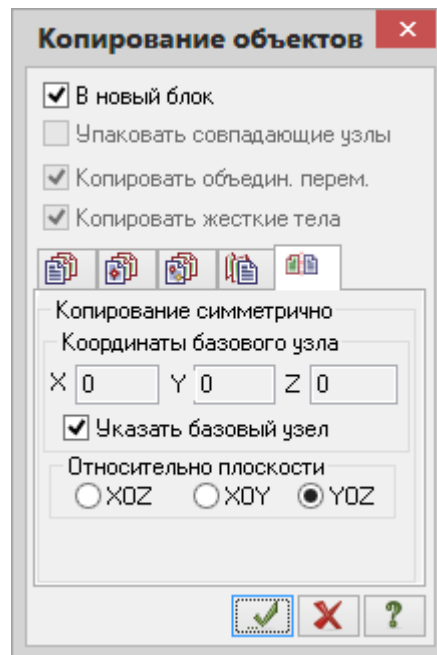

Рис.5.5. Диалоговое окно Копирование объектов
- В этом окне перейдите на последнюю закладку **Копирование симметрично** (рис.5.5).